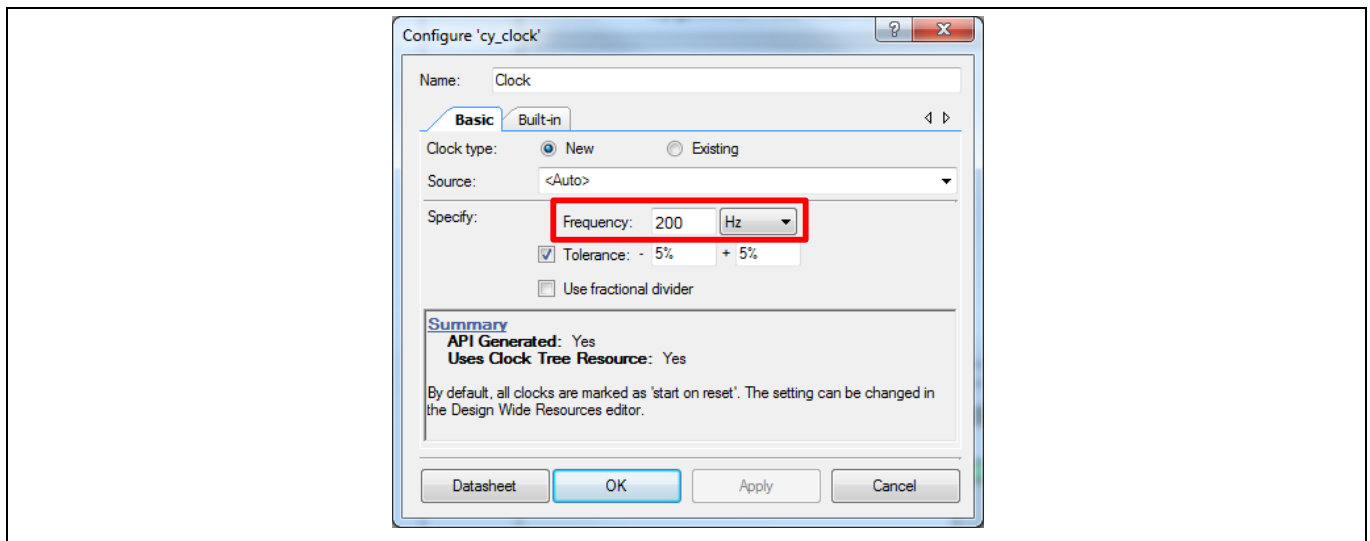

Figure 7 クロックのコンフィギュレーション
7. クロック コンポーネントを設定するために、ダブルクリックします。Figure 7 の通りに、「Frequency」を 200Hz に設定します。他のパラメーターは初期設定のままにしてください。